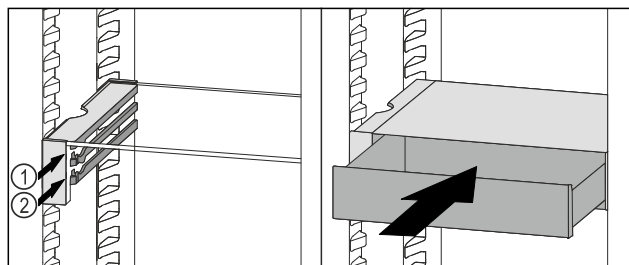

Fig. 123
- 将 VarioSafe 抽屉放置在所需肋梁 Fig. 123 (1) 或 Fig. 123 (2) 上的止动器后面。